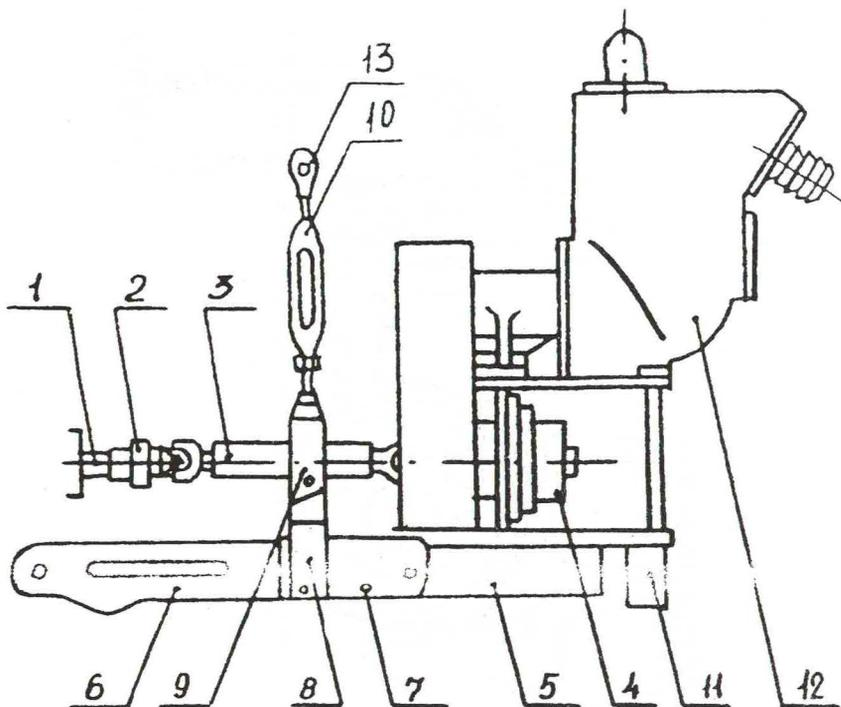

Рис. 3
- перед подсоединением насоса к трактору необходимо подсоединить один фланец карданного вала к звездочке, а к другому фланцу карданного вала присоединить фланец 2 (рис. 3).